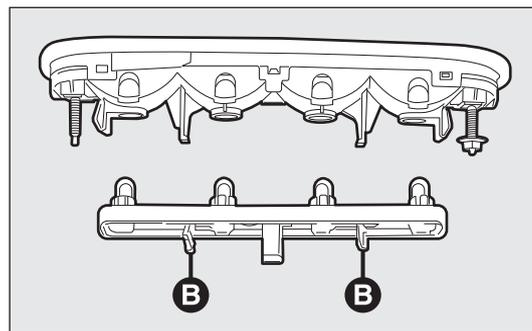

fig. 191
- apriete las aletas B-fig. 191 y extraiga el portalámparas;